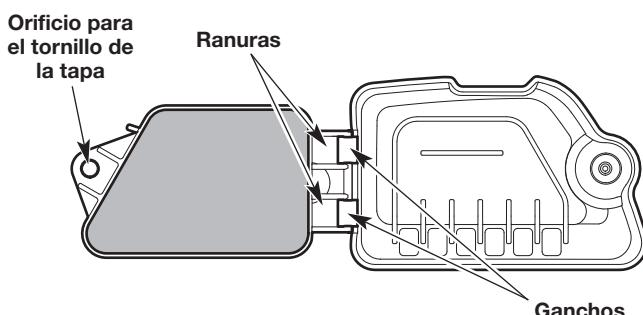

Fig. 21
7. Cierre la tapa del filtro de aire: inserte los ganchos de la tapa del filtro de aire dentro de las ranuras del alojamiento del filtro de aire. Debe girar la tapa del filtro de aire hacia la izquierda y alinear el tornillo de la tapa con el orificio destinado a dicho tornillo (Fig. 21). Apriete el tornillo de la tapa del filtro de aire para sujetarla.